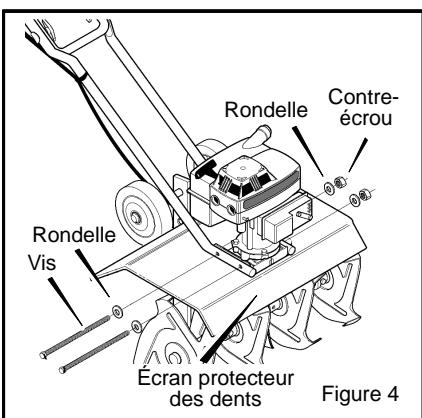

Figure 4
4. Placez une **rondelle** sur chaque **vis**. Enfoncez les **vis à travers l'écran des dents**, le **manche inférieur**, et à moitié dans le boîtier du moteur (voir Figure 4).
6. Enfoncez les **vis** à travers le boîtier du moteur, le **manche inférieur**, et l'**écran des dents**. Fixez avec les **rondelles** et les **contre-écrous** comme indiqué à la Figure 4. Ne serrez pas pour l'instant.
10. Serrez les **contre-écrous** qui retiennent les extrémités des manches inférieurs (voir Figure 4). Serrez juste assez pour tenir fermement les manches en place.